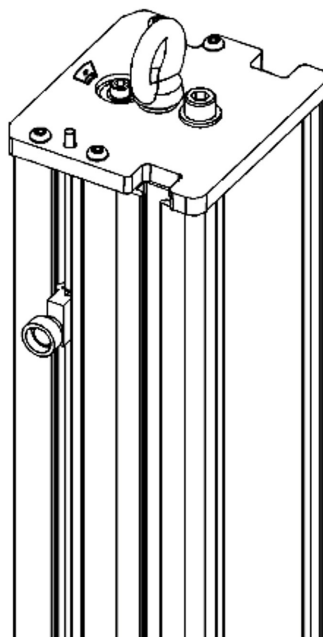

Figure 10. Piton à œil de levage du bâti
7. Insérez le crochet de la grue dans le boulon à œil situé sur la colonne du bâti Figure 10 à la page 58.
Sur certains systèmes, le piton à œil est enlevé pour l'expédition. Si le piton à œil ne se trouve pas sur la machine, il est emballé dans une enveloppe qui se trouve dans l'une des boîtes non scellées, généralement celle qui contient la documentation du système. Vissez le boulon à œil à la partie supérieure de la colonne du bâti comme indiqué à la Figure 10 à la page 58.